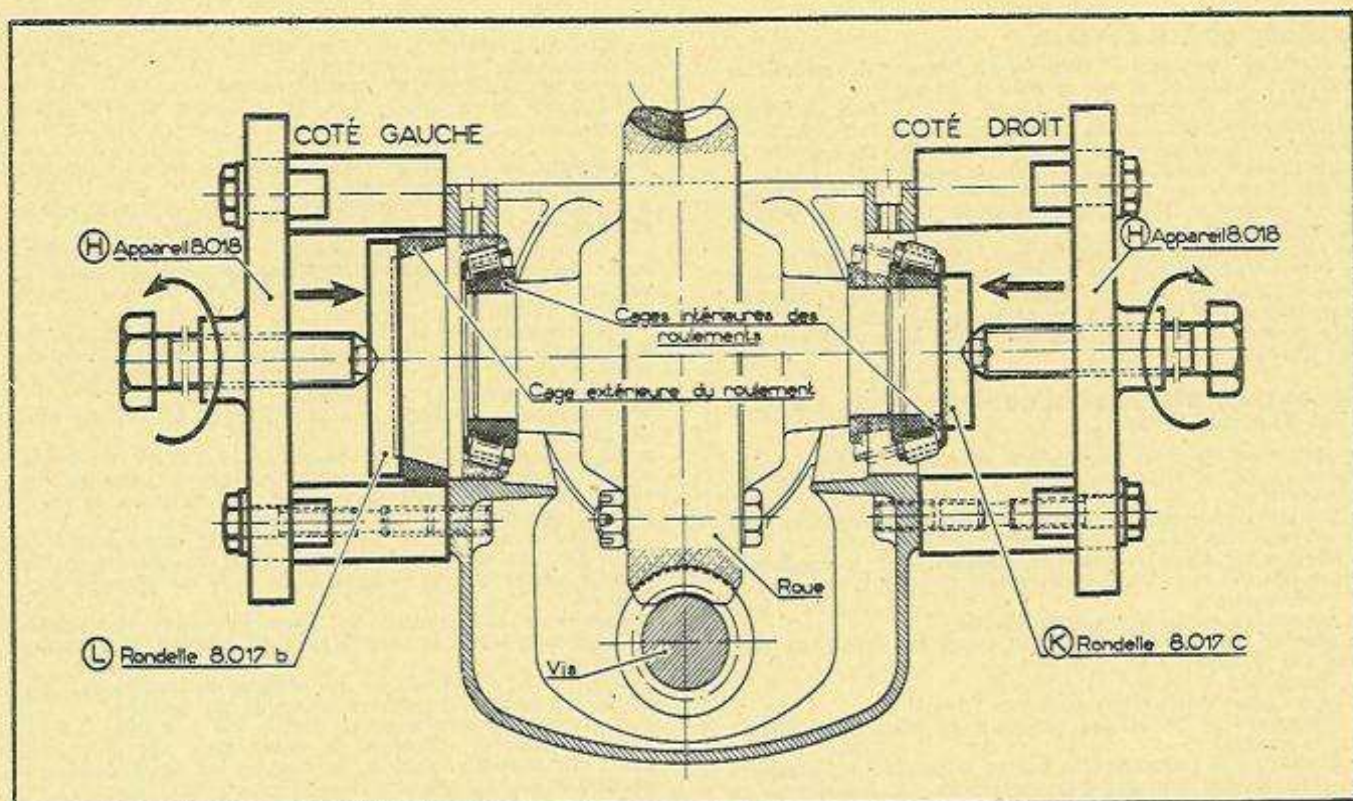

Fig. 57. — Remontage des roulements.
- Placer les deux appareils H sur les goujons du carter suivant dessin) (fig. 57).